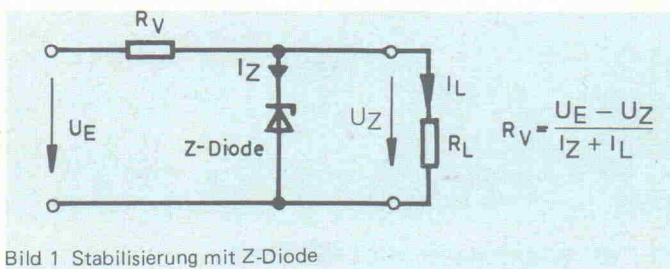

Bild 1 Stabilisierung mit Z-Diode
Der LM 3914 ist ein überaus vielseitiges IC, der entwickelt wurde, um eine analoge Eingangsspannung zu lesen und eine 10 LED-Zeile anzusteuern, damit so eine analoge optische Anzeige dieser Spannung ermöglicht wird. Der Baustein erlaubt entweder eine Punkt- oder eine Bandskalaanzeige. Bild 1 zeigt die möglichen Anzeigearten einer 5V-Spannung auf einer 10V-Skala. Die Vorteile einer elektronischen Skala liegen auf der Hand: unempfindlich gegen Vibration, eindeutige Anzeige und gute Genauigkeit. Außerdem bekommt man die ganze Schaltung auch preisgünstiger als ein entsprechendes Analog-Instrument.
Als einfachste Methode zur Erzeugung einer Eichspannung bietet sich zunächst einmal die Z-Diode an (Bild 1). Diese einfache Schaltung hat zwar in vielen Anwendungsfällen ihre Berechtigung, zur Erzeugung einer Referenzspannung für unsere Zwecke hat sie aber entscheidende Nachteile. Der Hauptnachteil ist die relativ große Toleranz der Ausgangsspannung (Z-Spannung). Bei einer der besseren Referenzdioden vom Typ 1N829 kann z. B. die Ausgangsspannung bei einem Wert zwischen 5,9 V und 6,5 V liegen. Weiterhin ist die Z-Spannung noch vom Z-Strom abhängig. Ein weiterer Nachteil der Z-Diode ist der Temperaturkoeffizient (TK). Er hängt ebenfalls vom Z-Strom ab und ist dazu noch über den Temperaturbereich nicht konstant. Aus dem eben Gesagten geht hervor, daß die Z-Diode für eine Eichspannungsquelle kaum einsetzbar ist.